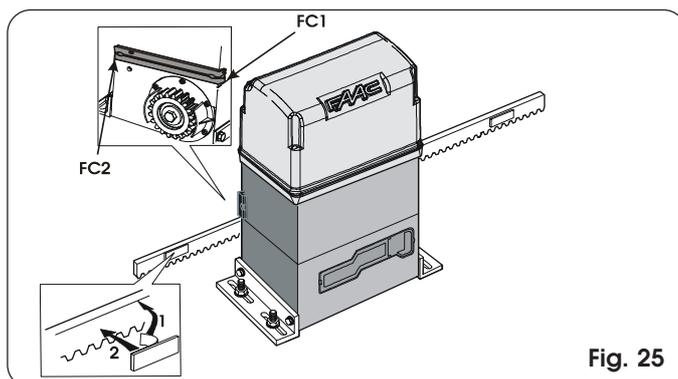

Fig. 25
L'operatore 844 è dotato di un sensore di finecorsa (MLS) che rileva il passaggio di due magneti applicati sul lato della cremagliera rivolto verso l'operatore (fig. 25)
- 10) Pulire la cremagliera nei punti di applicazione, togliere la pellicola posta sulla parte adesiva dei magneti (fig. 25 rif. 1) e riposizionare questi ultimi con la banda adesiva a contatto con la cremagliera (fig. 25 rif. 2).